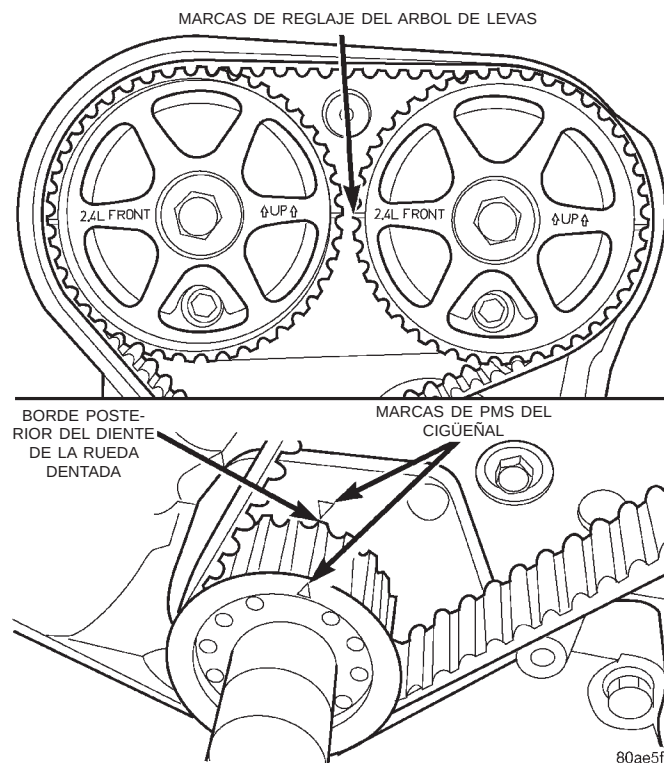

Fig. 63 Sincronización de cigüeñal y árbol de levas
(5) Retire el pasador de tiro o la llave Allen del tensor de la correa.
(6) Una vez instalada la correa de distribución y de haber soltado el tensor, haga girar el cigüeñal dos (2) revoluciones completas. Verifique que las marcas del PMS sobre el cigüeñal se alineen con las marcas de reglaje situadas en el árbol de levas, tal como se muestra en la (Fig. 63).
(7) Instale el soporte derecho del motor y la ménsula del soporte. Consulte el procedimiento de desmontaje e instalación en esta sección.
(8) Instale los pernos de la tapa superior de la correa de distribución con una torsión de 4,5 N·m (40 lbs. pulg.).
(9) Instale los pernos de la tapa inferior de la correa de distribución con una torsión de 4,5 N·m (40 lbs. pulg.).
(10) Instale la polea guía de la correa del generador y apriete el perno con una torsión de 54 N·m (40 lbs. pie.).
(11) Instale el amortiguador del cigüeñal. Consulte el procedimiento en esta sección.